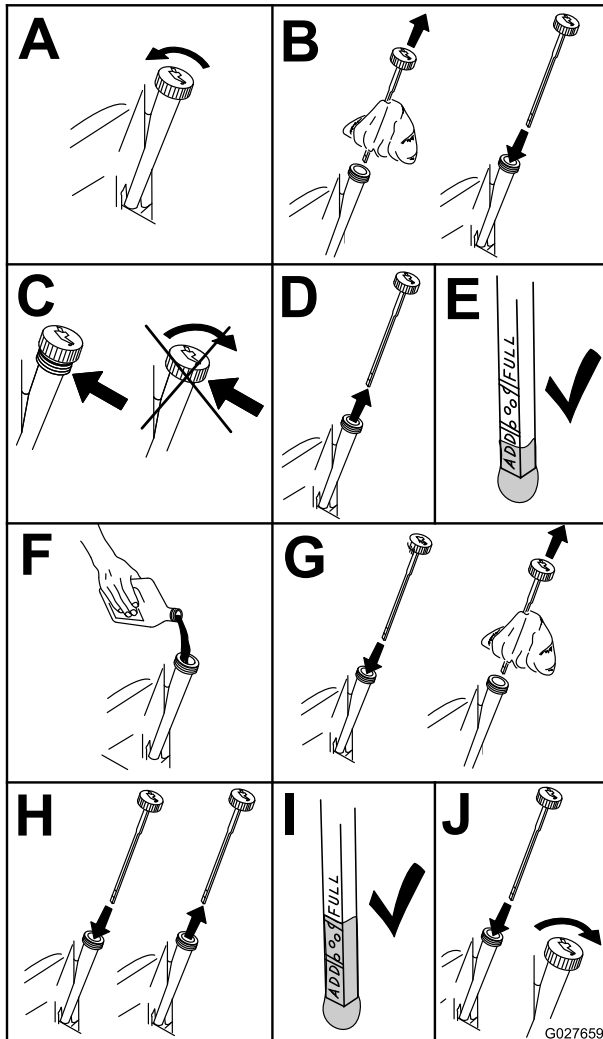

Bild 46
2. Stellen Sie vor dem Verlassen des Fahrersitzes den Motor ab, ziehen den Schlüssel ab und warten, bis alle beweglichen Teile zum Stillstand gekommen sind (Bild 46).